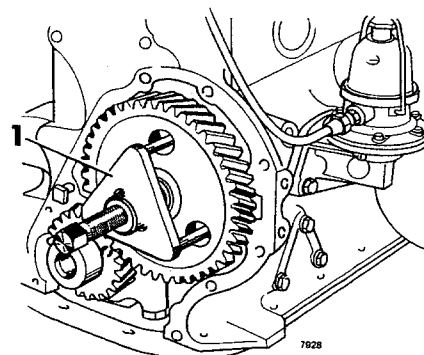

Fig 01-54. Demontering av kamaxelhjul
3. Skruva av kamaxelmuttern och dra av hjulet, se fig 01-54. Demontera navet. Gäller enbart motor B 20.
8. Dra av kamaxelhjulet, se fig 01-54.